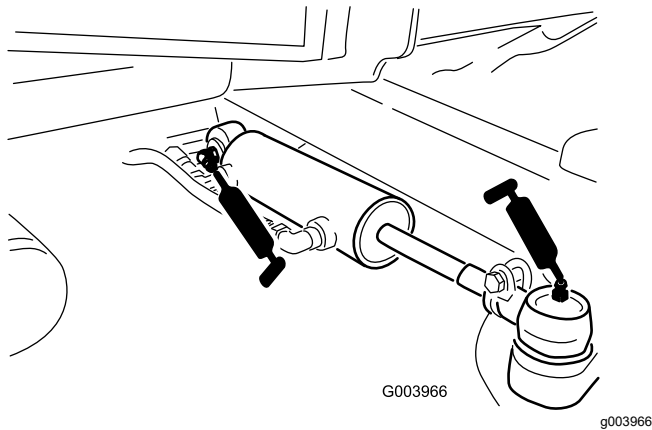

Figure 75
- Rotules de vérin de direction (2) (Figure 75)